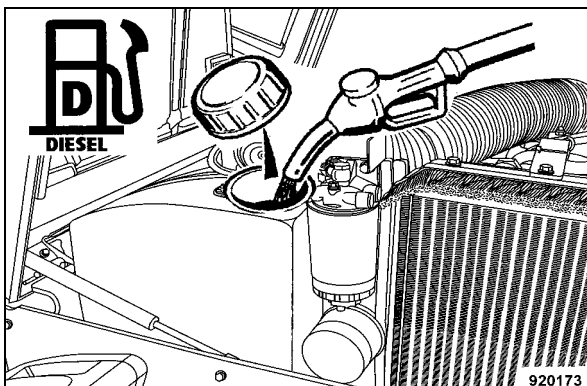

Fig. 121
- Ouvrir le couvercle de fermeture (Fig. 121) du réservoir à carburant.